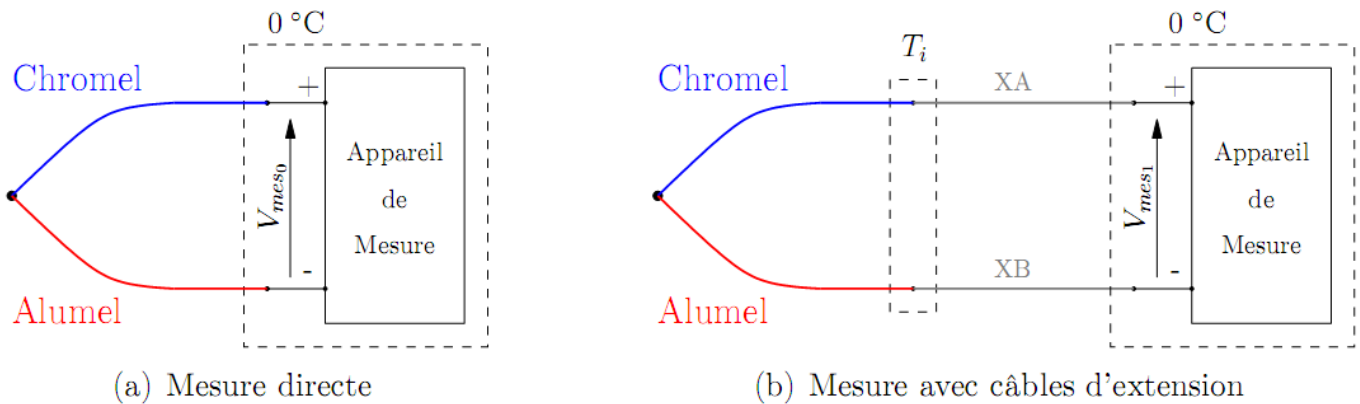

Figure 3 – Principe de la mesure
- 3.2) Le thermocouple est connecté à un appareil de mesure (microvoltmètre) de grande impédance d'entrée (figure 3(a)). Ses bornes sont à 0 °C. Il indique une tension $V_{mes0} = 5104 \mu V$. Quelle est la température de la soudure chaude ?
Le microvoltmètre doit pour des raisons pratiques se trouver à une certaine distance du thermocouple de mesure. Comme vous pouvez le voir sur la figure 3(b), on place donc entre la sonde et l'appareil de mesure des câbles de compensation (XA et XB). Soit T_i , la température à laquelle se trouvent les jonctions entre les câbles de compensation et le thermocouple.